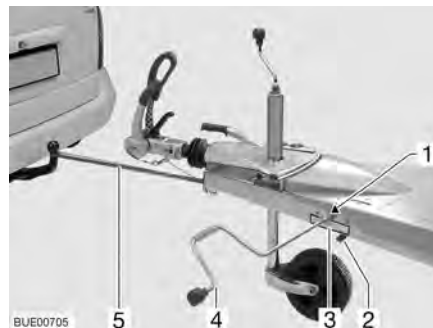

Fig. 5 Accessoire d'attelage Easy-Pull
- Mettre le levier de blocage (Fig. 5,2) en position d'ouverture.
- Tirer vers l'avant la ceinture avec un crochet (Fig. 5,5), afin de placer et de fixer le crochet amovible du dispositif d'attelage du véhicule tracteur.
- Mettre le levier de blocage (Fig. 5,2) en position de fermeture.
- Enfoncer la manivelle des stabilisateurs de la caravane (Fig. 5,4) sur l'écrou à six pans (Fig. 5,1) du dispositif de manivelle, et la tourner. Respecter la direction de rotation indiquée par l'autocollant (Fig. 5,3).